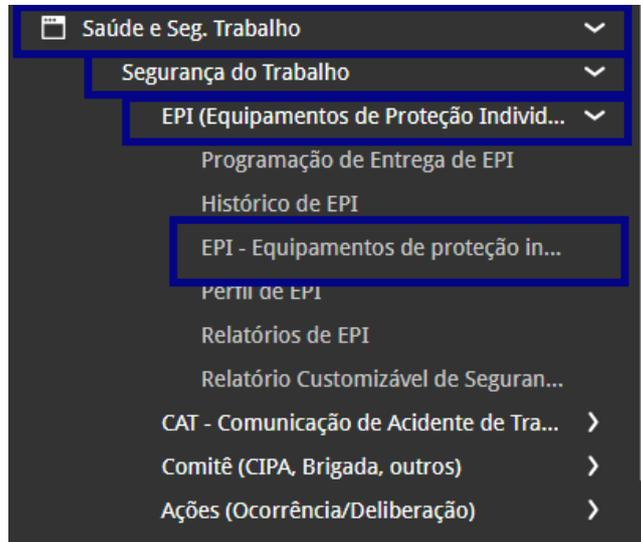

Figura 48: Caminho
1. No menu lateral, acesse o caminho (Figura 48): Saúde e Segurança do Trabalho > Segurança do Trabalho > EPI.